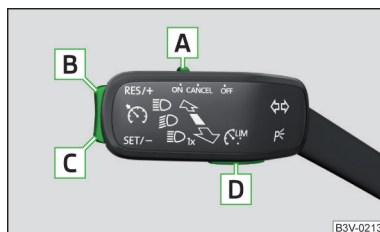

Abb. 198
Übersicht der Bedienelemente der GRA » Abb. 198
- ▶ Durch das Betätigen der Taste **D** » Abb. 198.
- Durch das Betätigen der Taste **D** » Abb. 198 während der Regelung wird diese abgebrochen und es wird der Geschwindigkeitsbegrenzer aktiviert.